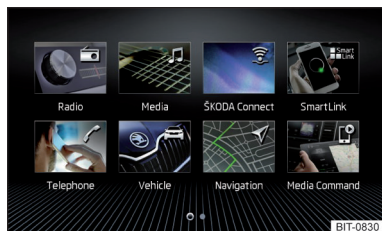
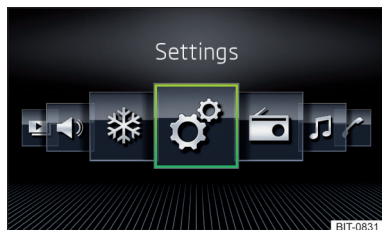

Fig. 172
Fig. 173
- ▶ Seleccionar la opción Visualización de la trama » fig. 172 o Visualización horizontal » fig. 173.